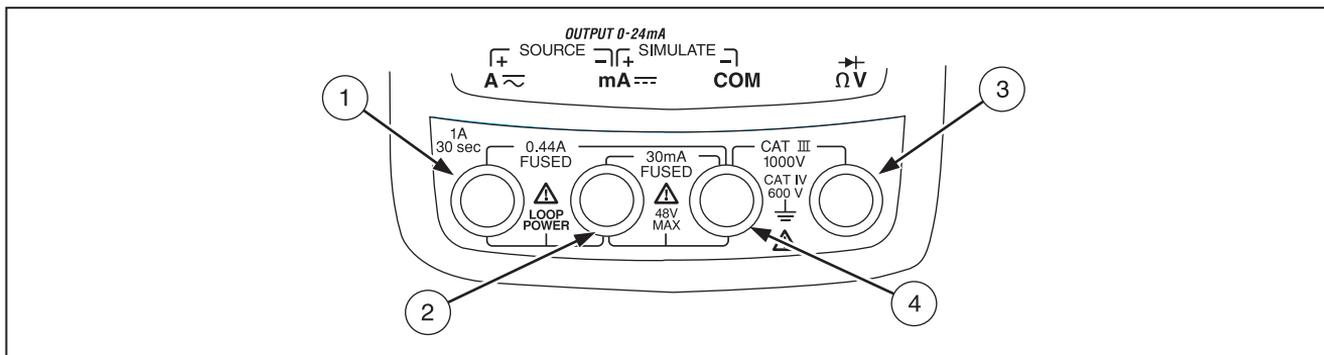

Figura 2. Tomadas de entrada/saída
- A Figura 2 e a Tabela 2 descrevem as tomadas de entrada/saída.